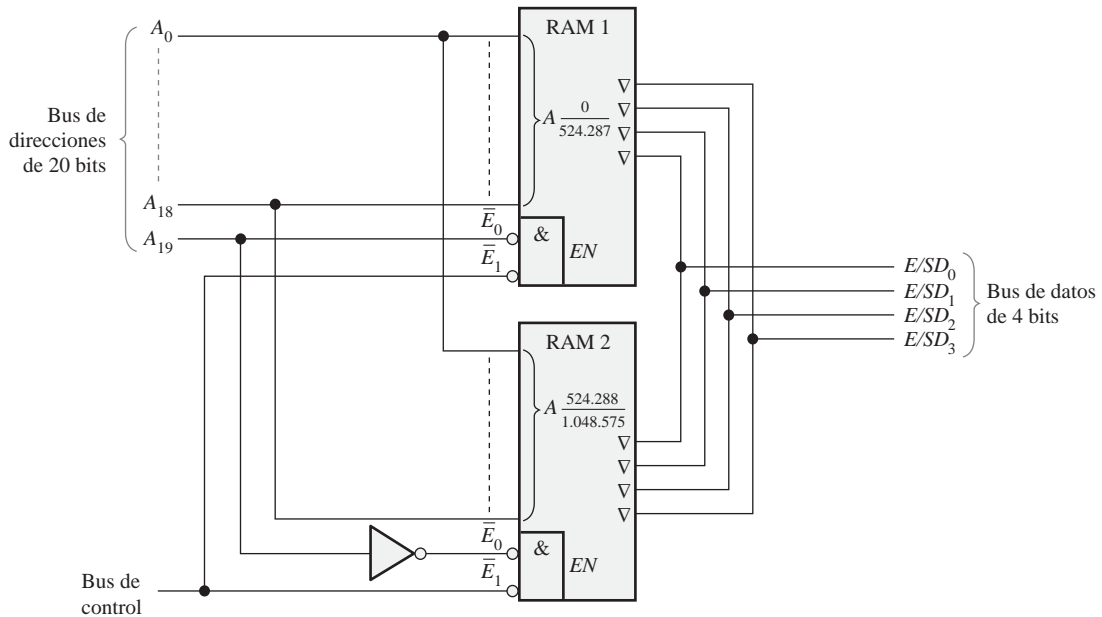

FIGURA 10.45
| Solución  | La expansión del direccionamiento se consigue conectando la entrada de habilitación de chip ( $\bar{E}_0$ ) al vigésimo bit de dirección ( $A_{19}$ ) como muestra la Figura 10.45. La entrada $\bar{E}_1$ se usa como entrada de habilitación común a las dos memorias. Cuando el vigésimo bit de dirección ( $A_{19}$ ) está a nivel BAJO, se selecciona la RAM 1 (la RAM 2 está desactivada), y los 19 bits de dirección de menor orden ( $A_0-A_{18}$ ) permiten acceder a las direcciones de la RAM 1. |
**Problema relacionado** ¿Cuáles son los rangos de direcciones de la RAM 1 y de la RAM 2 de la Figura 10.45?